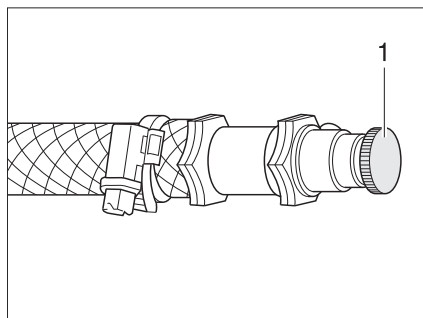

Fig. 252 Soupape de purge pour le chauffage à eau chaude
- Ouvrir la soupape de purge (Fig. 252,1) et la laisser ouverte, jusqu'à ce l'air soit complètement évacué du circuit.